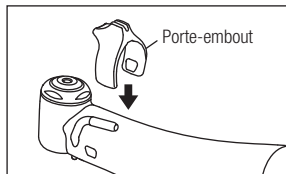

Fig. 6
- 1) Fixez le porte-embout. (Fig.6)